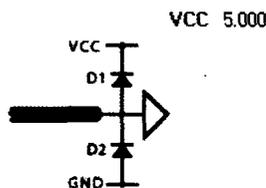

图 12-37 并联肖特基二极管补偿
- **【Parallel Schottky Diode】**: 并联肖特基二极管补偿,如图 12-37 所示。在传输线终结的电源和地端并联肖特基二极管可以减少接收端信号的过冲和下冲值。大多数标准逻辑集成电路的输入电路都采用了这种补偿方式